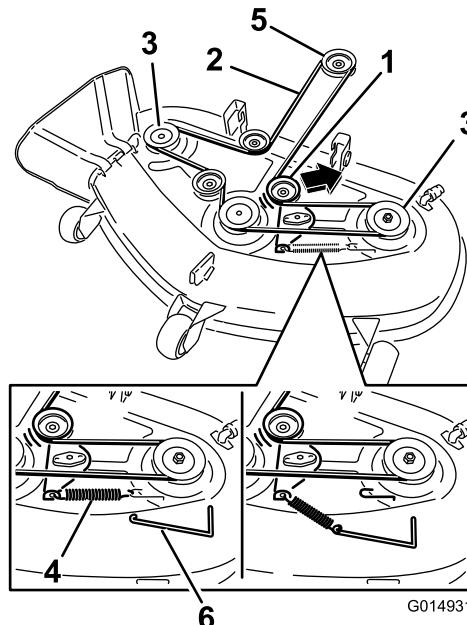

Figura 63
5. Usando una herramienta para la retirada de muelles (Pieza Toro Nº 92-5771), retire el muelle tensor del gancho de la carcasa para eliminar la tensión de la polea tensora, y retire la correa de las poleas (Figura 63).
6. Pase la correa nueva alrededor de las poleas del motor y del cortacésped (Figura 63).
7. Usando una herramienta para la retirada de muelles, instale el muelle tensor sobre el gancho de la carcasa y tense la polea tensora y la correa del cortacésped (Figura 63).